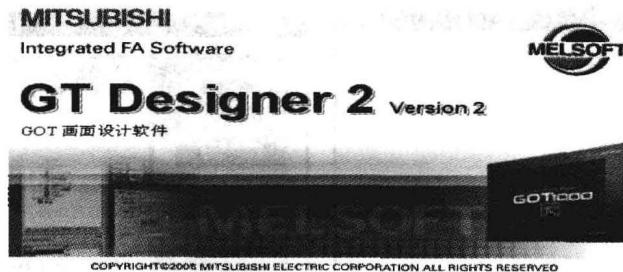

图 1-7 初始安装界面
3) 单击图 1-5 界面中 图标，执行 GT2 编程软件的安装后将出现如图 1-7 所示的界面。